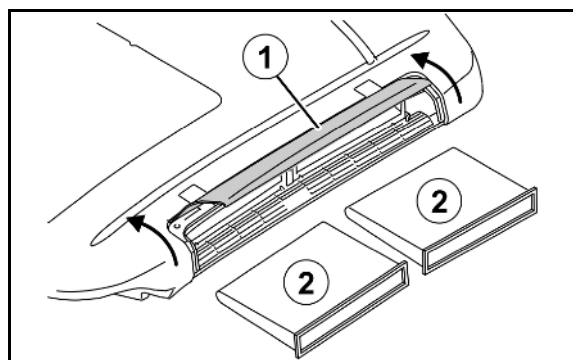

Fig. 185
1. Fjern dækslet (Fig. 185/1) fra huset (Fig. 185/3).
2. Udskift returløbsfilteret (Fig. 185/2).